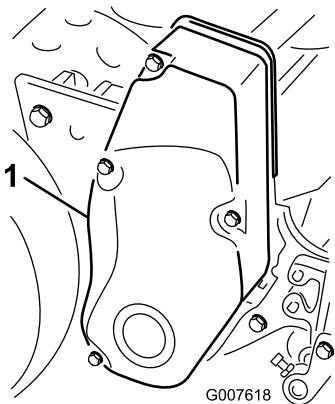

Рисунок 36
- Снимите детали крепления крышки ремня и саму крышку, чтобы открыть доступ к ремню (Рисунок 36).